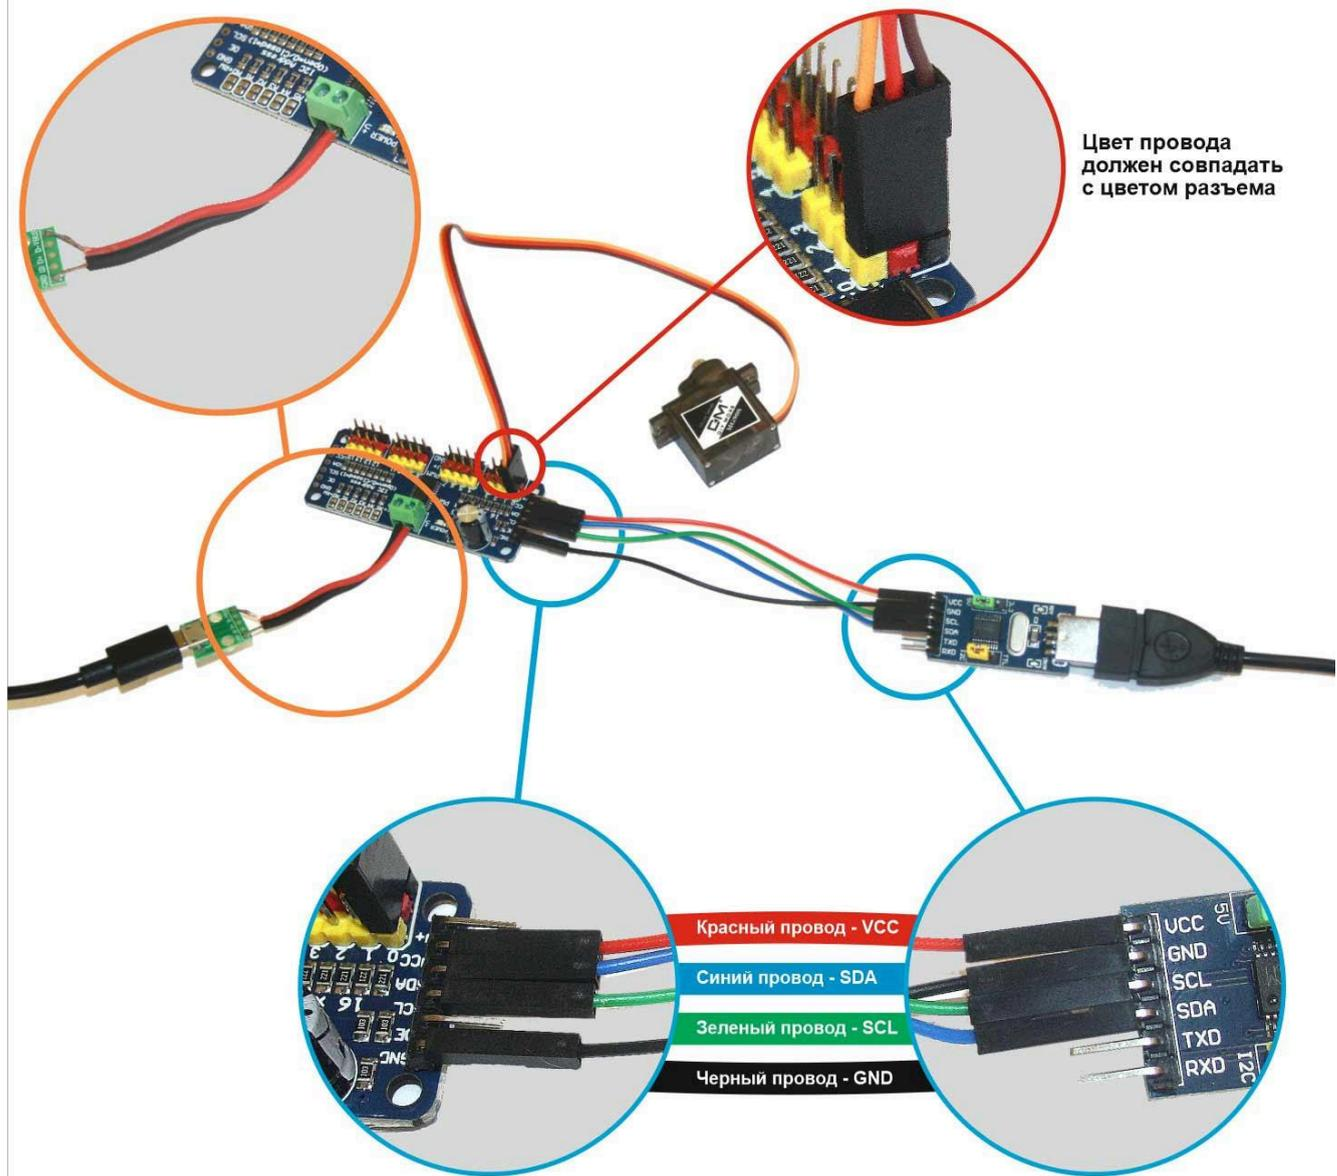

Рисунок 1. “Проверка правильности сборки электрической схемы”
3. Проверьте правильность соединения преобразователя интерфейса (артикул 06-008) и платы драйвера сервоприводов (артикул 06-002) (здесь будет фото собранной схемы с выделением мест соединения цветными проводами (артикул 06-007)) (см. Рисунок 1)